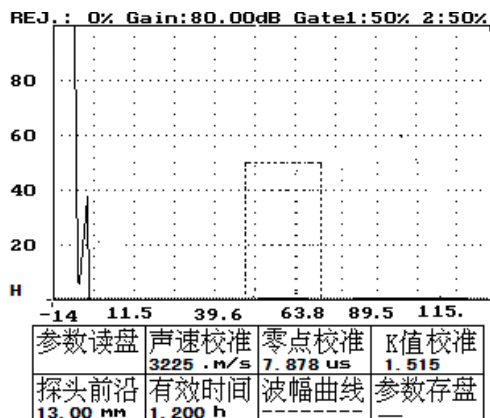

图 18-49
- 5、按进入键——进入参数存盘功能，虚框变实框，同时在“参数存盘”下方有一“—”光标，提示用户输入所需存储的参数文件名编号，如图 18-49 所示。